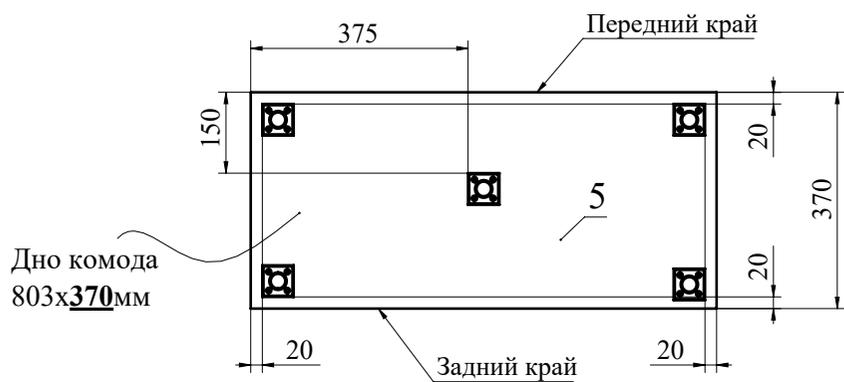

Рис.11
8. Прикрутите при помощи шурупов 3,5х16 опоры к детали 5 (Рис. 11).